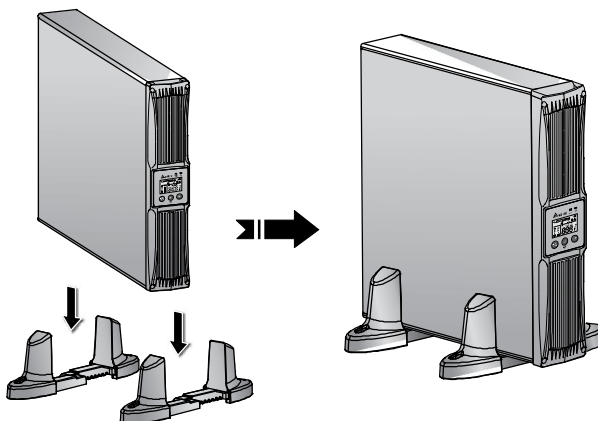

Рис. 3-10. Установите ИБП в опоры для вертикального монтажа
- 6) Установите ИБП в опоры для вертикального монтажа (эту операцию следует выполнять вдвоём). См. **Рис. 3-10**.